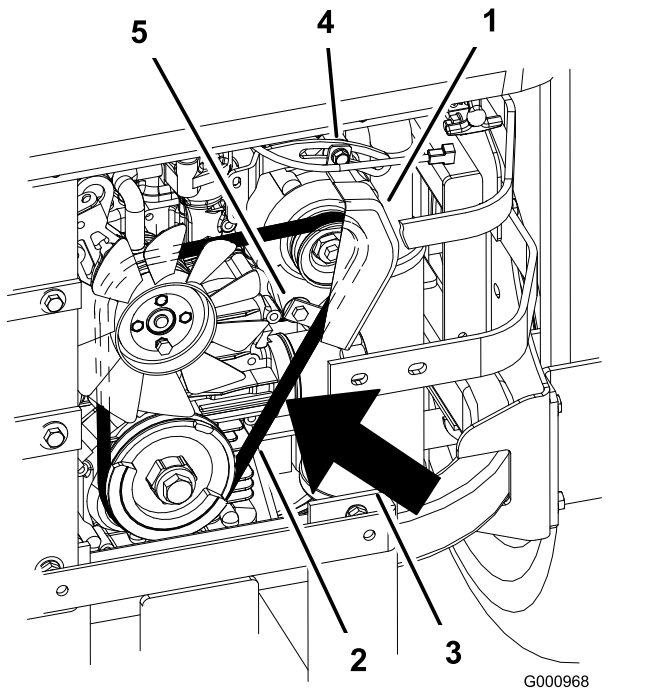

Figure 95
2. Réglez l'alternateur vers l'extérieur jusqu'à ce que la courroie présente une flèche de 7 à 9 mm quand une force de 10 kgf est exercée entre les poulies du moteur et de l'alternateur (Figure 95).
5. Si la flèche est correcte, serrez les boulons inférieur et supérieur (Figure 95).